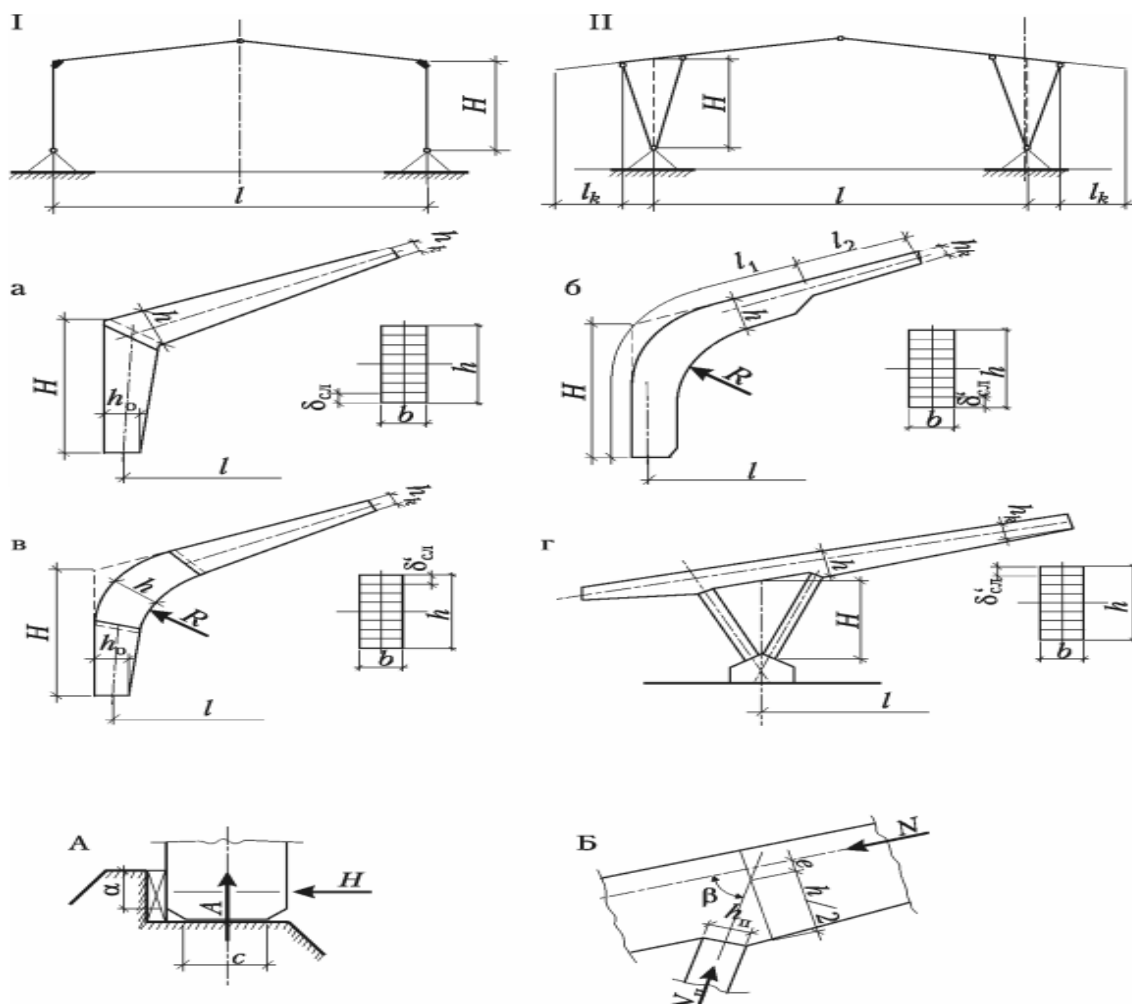

Рисунок 5 – Статические схемы, конструкции и узлы рам
6. При расчёте на устойчивость плоской формы деформирования рам рис. 5, а расчётную длину ригеля и стойки следует принимать равной длинам их внешних подкреплённых кромок, если угол между осями стойки и ригеля
7. В рамах рис. 5, а нормальные напряжения следует проверять в сечениях, нормальных к оси ригеля или стойки, у вершины внутреннего угла и в сечении
8. В рамах рис. 5, в нормальные напряжения следует проверять в криволинейной вставке (в сечении с $M_{\max}$) и в сечениях